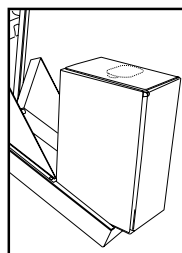

Abbildung 3
6. Setzen Sie den neuen Lösungsbehälter in die Lösungstür ein (siehe unten Abbildung 3).